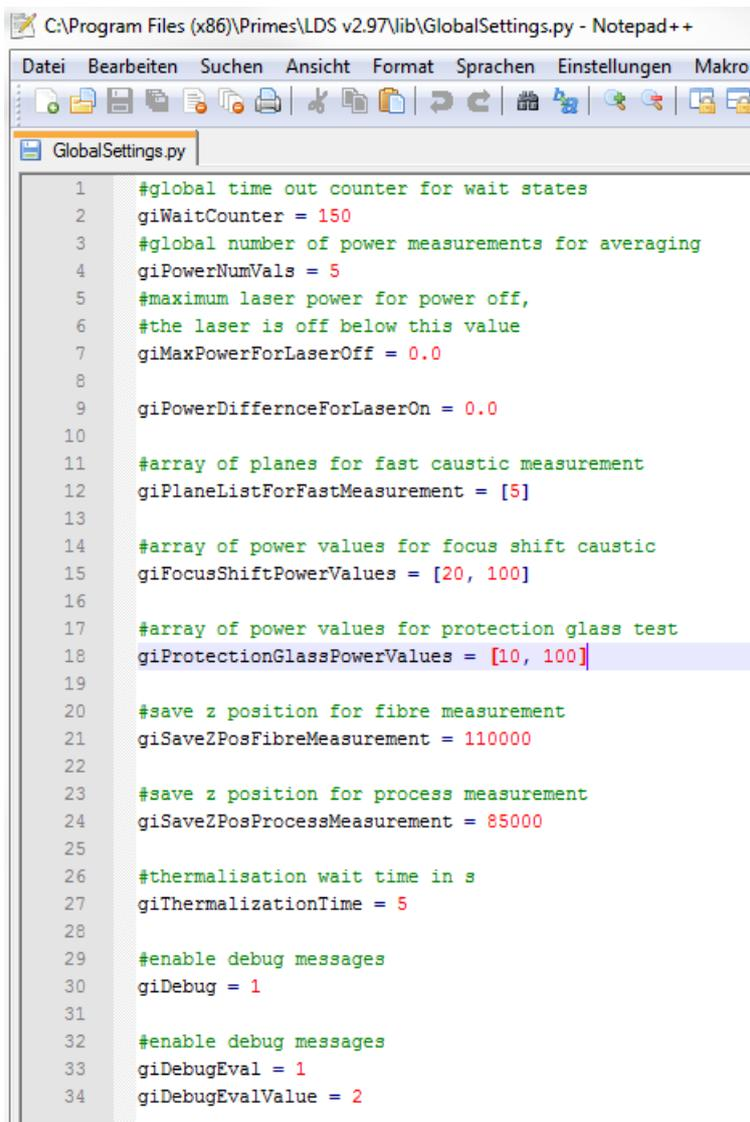

Abb. 19.28: Dateinhalt der Datei *GlobalSettings.py*
1. Öffnen Sie die Datei mit einem Editor (z. B. Notepad++, siehe Abb. 19.28)